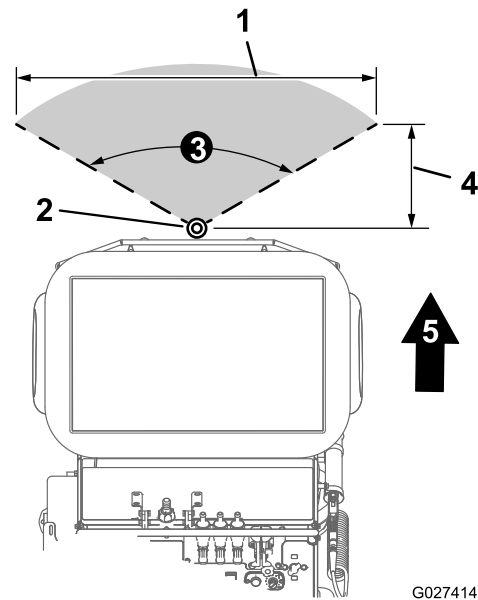

Figura 49
- El patrón de fumigación estrecho (Figura 49) de la máquina mide **122 cm (48")** de ancho.